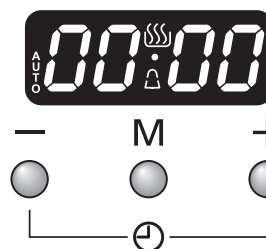

Fig. 4.1
1. LCD-klockan visas i (Fig. 4.1). När spisen väl är ansluten och påslagen, blinkar displayen (00.00) och tidsräkningen startar från (00.00).